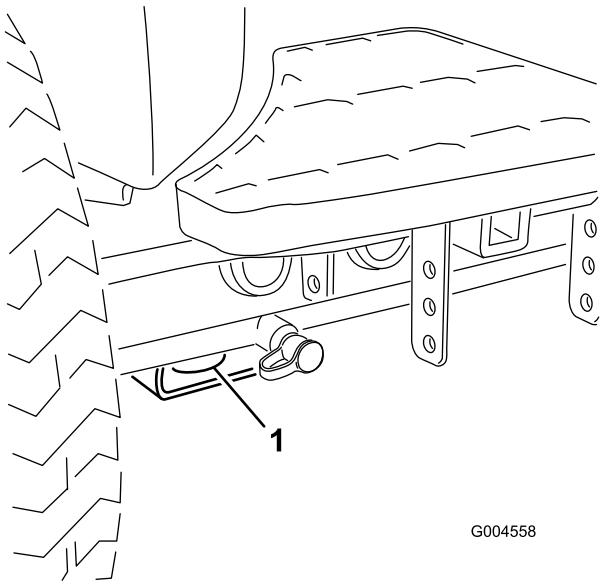

Figure 45
- Avant – trou du patin rectangulaire, sous le tube d'essieu, à l'intérieur de chaque roue avant (Figure 45).